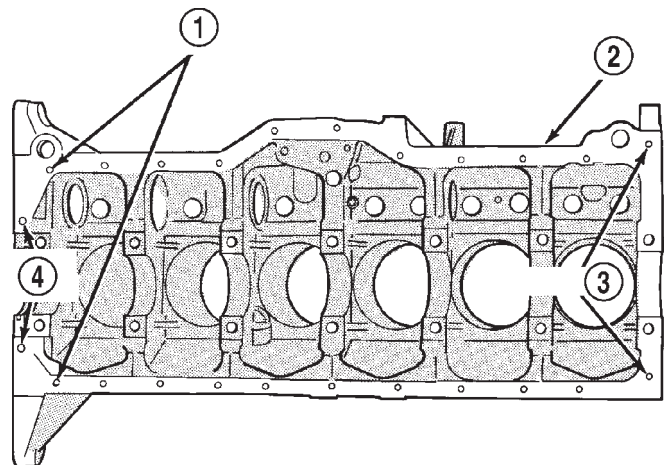

Abb. 69 Lage der Zentrierbolzen im Motorblock
(3) Je zwei Bolzen in der Steuerkettenabdeckung und im Motorblock anbringen (Abb. 69).